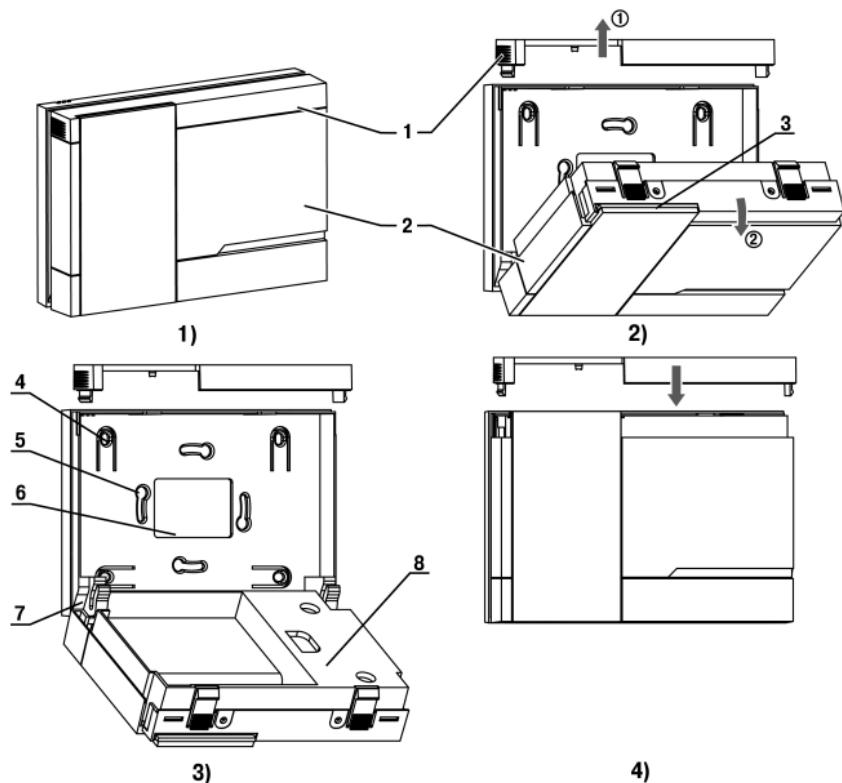

Рисунок 4.3 – Монтаж прибора настенного исполнения Н2
1. Подготовить прибор к монтажу. Для этого следует снять фиксирующую планку (рисунок 4.3, 2, поз. 1) и отсоединить электронный блок (там же, 2, поз. 2) от кронштейна (там же, 2, поз. 3).